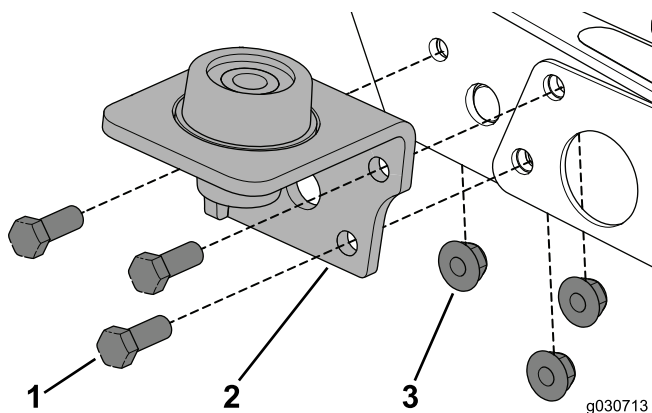

图17
1. 拆下现有的五金件，用 3 个螺栓（3/8 x 1 英寸）和凸缘螺母将底座固定到机器上（图17）。